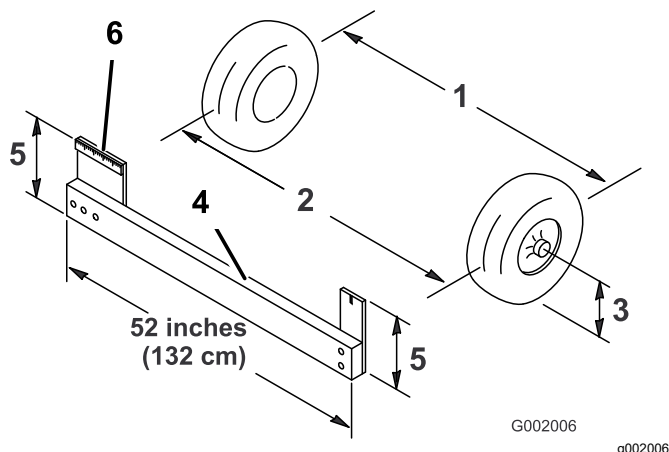

Figura 47
4. Mida la distancia entre los neumáticos delanteros a la altura del eje, en la parte delantera y trasera de las ruedas (Figura 47).
Nota: Necesitará una plantilla o un indicador de alineación para medir la parte delantera de las ruedas delanteras a la altura del eje. Utilice la misma plantilla para medir con precisión la parte delantera de las ruedas delanteras a la altura del eje (Figura 47).